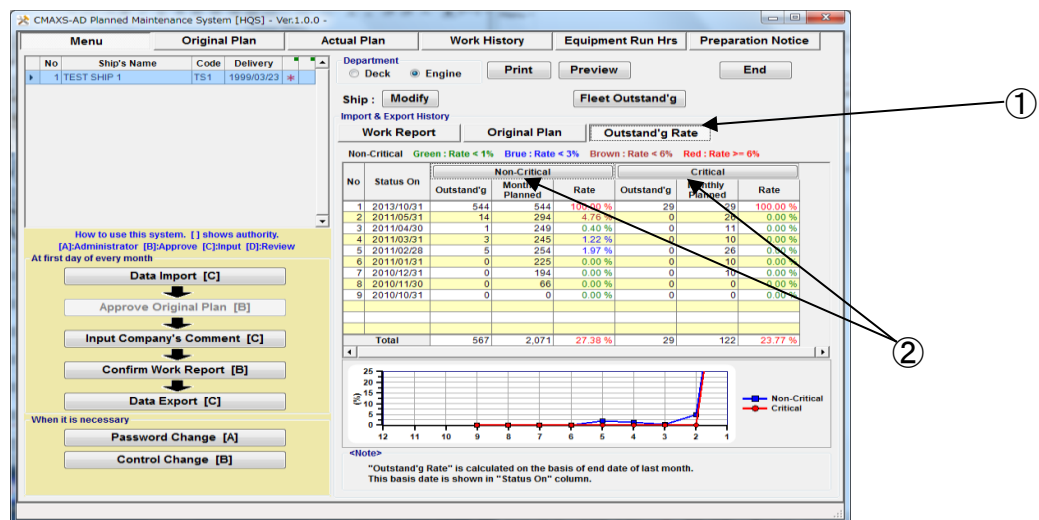

図 16-3 Menu 画面
- ① “Menu 画面”(図 16-3) の “Import & Export History” エリアで “Outstand'g Rate”を選択してください。
- ② “Non-Critical (重要機器以外)” または “Critical(重要機器)ボタン” をクリックしてください。
- ③ “Outstanding Rate History 画面”が表示され、重要機器または重要機器以外の各作業項目の”Planned (計画作業数)”、”Outstanding (未実施作業数)”及び Rate(未実施作業率)の過去 12 ヶ月分のデータを参照することができます。